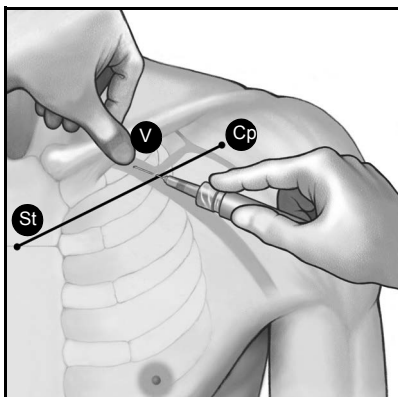

Figure 10. Emplacement du pouce et point d'entrée de l'aiguille.
4. Appuyer un pouce contre l'index et déborder de un à deux centimètres sous la clavicle pour protéger le muscle sous-clavier de l'aiguille (en cas d'hypertrophie manifeste du muscle pectoral, le pouce doit se projeter à environ deux centimètres au-dessous de la clavicle car le muscle sous-clavier est sûrement lui aussi hypertrophié) (Figure 10).